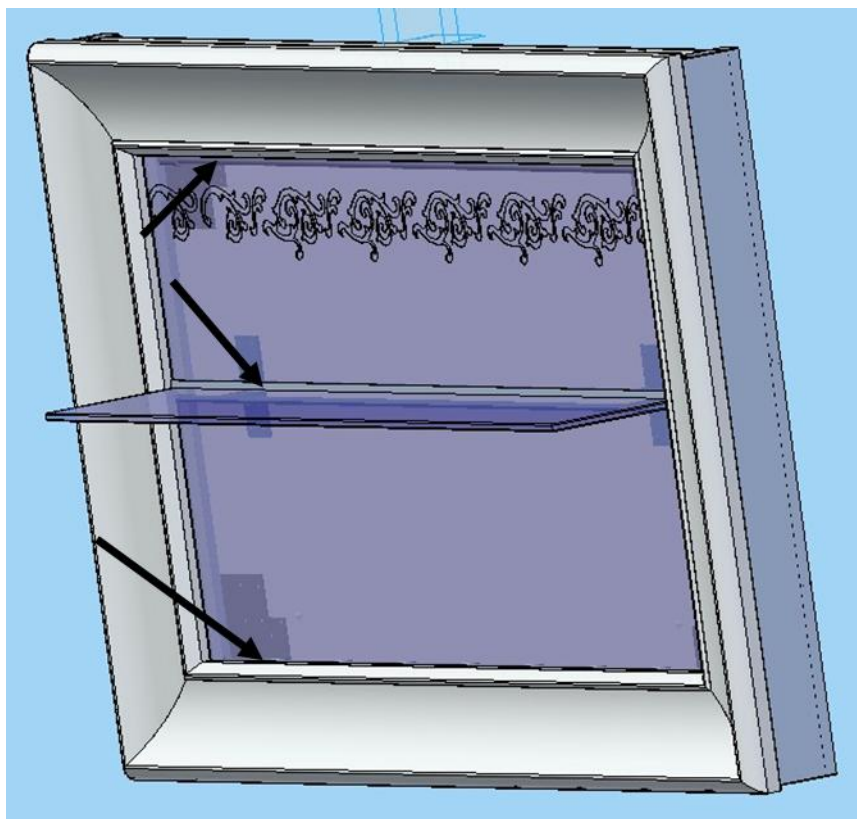

Figura 15
- 2 **Una volta che lo specchio è stato posizionato correttamente e centrato inserire la guarnizione in dotazione VEDI FIGURA 15**
2. Una volta che lo specchio è stato posizionato correttamente e centrato inserire la guarnizione in dotazione VEDI FIGURA 15